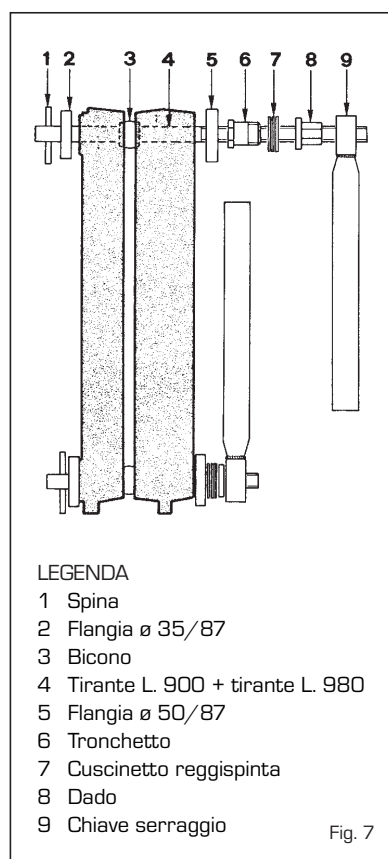

Fig. 7
- assemblare gli elementi mediante l'apposita attrezzatura costituita da una coppia di tiranti assemblaggio con relativi accessori cod. 6050900 (fig. 7), esercitando la pressione simultaneamente sia sul mozzo superiore che sul mozzo inferiore. Qualora, durante l'operazione, l'avanzamento tra gli elementi non risulti uniforme e parallelo, introdurre lo scalpello nella parte più serrata e forzando, portare il parallelismo fra i due pezzi da unire.